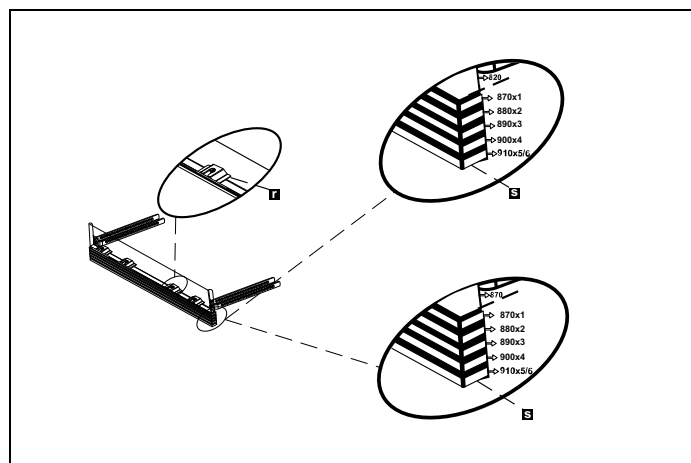

Fig. 20
3) Comme illustré dans la Fig. 20, les pieds cylindriques du coup-de-pied réglable sont fixés aux pièces métalliques de fixation du coup-de-pied et insérés à travers la cavité de la pièce.